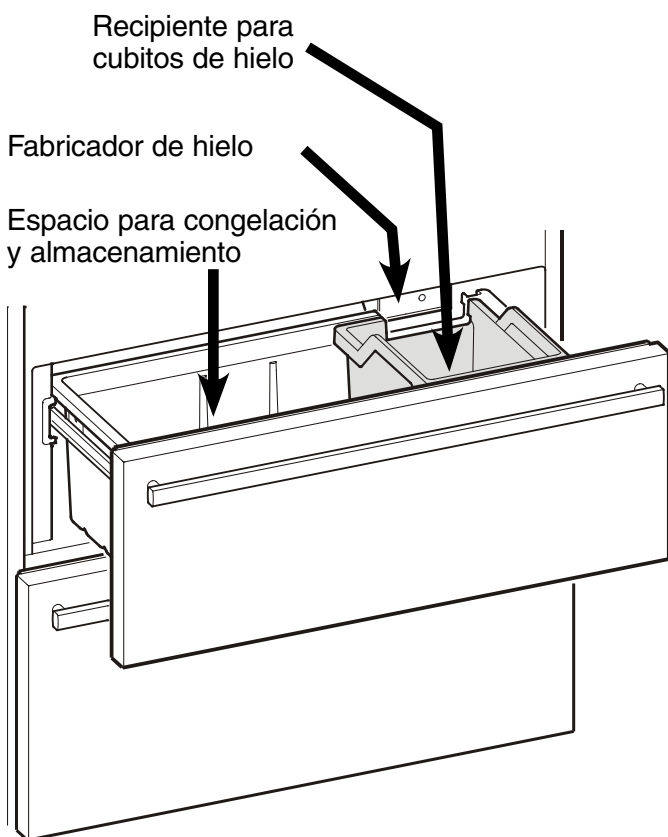

Figura 17
Descripción del compartimiento congelador - Figura 17
- El fabricante de hielo puede producir cubitos de hielo únicamente si el cajón superior del congelador está completamente cerrado y el recipiente para cubitos de hielo se encuentra instalado correctamente (**Figura 17**).
- Por último, limpie el cajón de cubitos de hielo (**Figura 17**).
Los cubitos de hielo caen dentro del recipiente para cubitos de hielo (**Figura 17**). A partir de una determinada cantidad de llenado se interrumpe automáticamente la producción de cubitos de hielo. El fabricante de hielo no llenará el recipiente hasta arriba.
Asegúrese de que el cajón superior del congelador esté completamente cerrado y el recipiente para cubitos de hielo se encuentre instalado correctamente (**Figura 17**).
- Retire las baldas de vidrio según se muestra en la **Figura 17**.